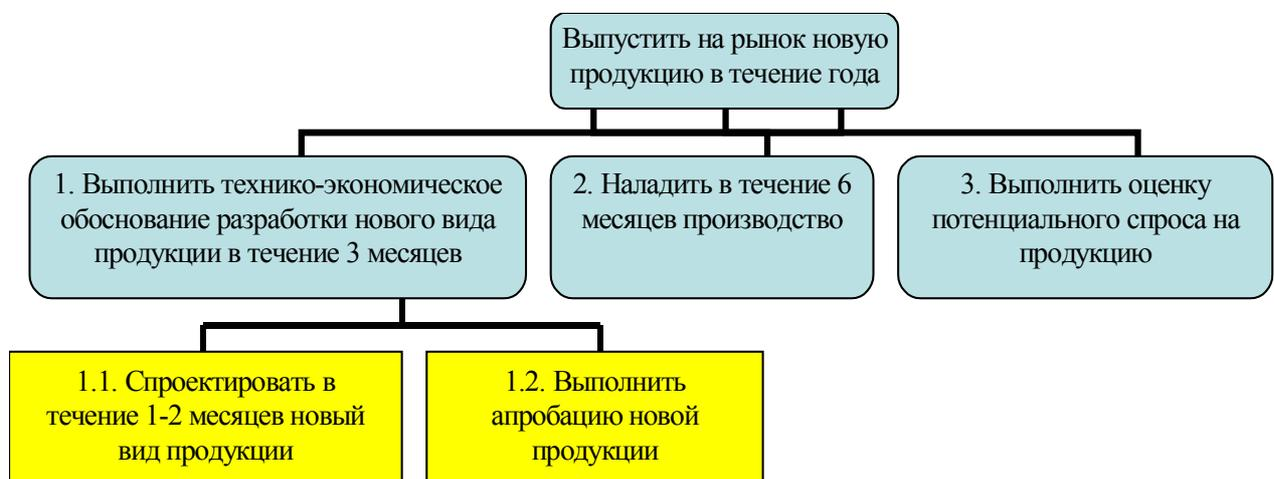

Рис. 1.2. Пример дерева целей системы
**5. Постройте дерево целей в соответствии с полученной организационной диаграммой.** Для построения дерева целей используется нисходящий подход, т.е. сначала формулируется цель системы в целом, затем цели подсистем и, в зависимости от выделенных целей, цели элементов. Совокупное достижение поставленных целей должно обеспечить решение проблемы и достижение глобальной цели. Дерево целей строится графически, нумерация целей осуществляется по уровням иерархии системы (рис. 1.2). Достижение целей осуществляется в обратном порядке, сначала выполняются цели элементов, затем подсистем и только достижение всех нижележащих целей приводит к выполнению глобальной цели.